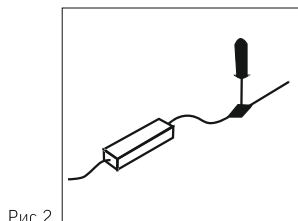

Рис.2
- Присоедините провода к клеммной колодке с помощью отвертки рис. 2;